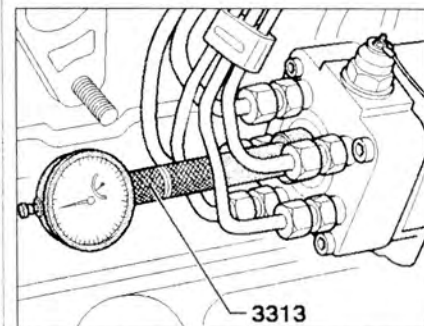

Рис. 1.14. Снимите пробку и вкрутите переходник 3313 со стрелочным индикатором.
7. Снимите пробку и вкрутите переходник 3313 со стрелочным индикатором (область измерений 0-3 мм) с предварительным натягом примерно 2.0 мм (рис. 1.14).